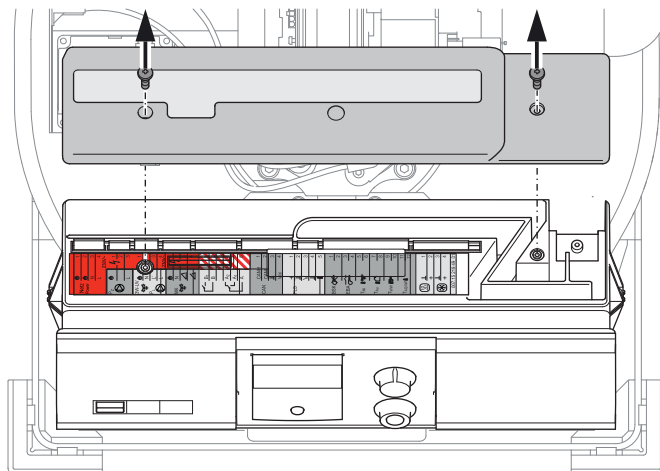

Figura 6-3 Allentamento delle viti della copertura del quadro di comando
4. Svitare e rimuovere la copertura del quadro di comando (figura 6-3).
2. Svitare e rimuovere la copertura del quadro di comando (vedi figura 6-3).